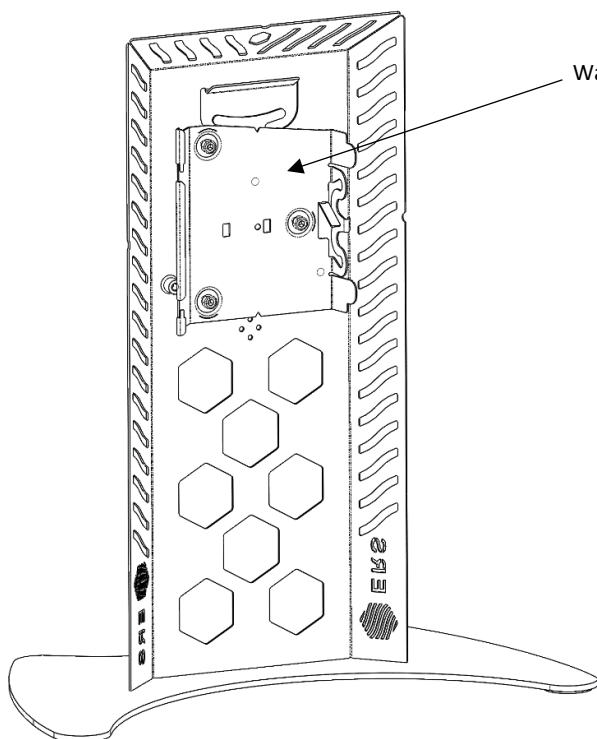

Abb. 1
1. Wandhalterung auf die entsprechenden Bohrungen des **ERS Standfußes** ausrichten, Beilagscheibe auf die Schraube stecken, in die Gewindebuchsen einschrauben (3x) und mit dem Werkzeug (Inbusschlüssel 6mm) alle 3 Schrauben festziehen. (Abb. 1, Abb. 2)